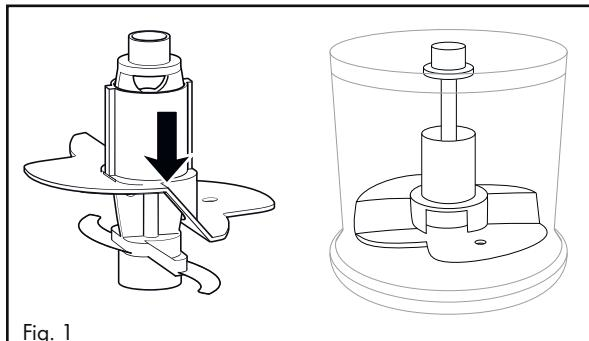

Fig. 1
- Pentru 100 ml de frișcă introduceți paletele 10 pe suportul cușțitului 5, astfel încât acestea să se sprijine pe ambele cuști 7 și să se fixeze (fig. 1):